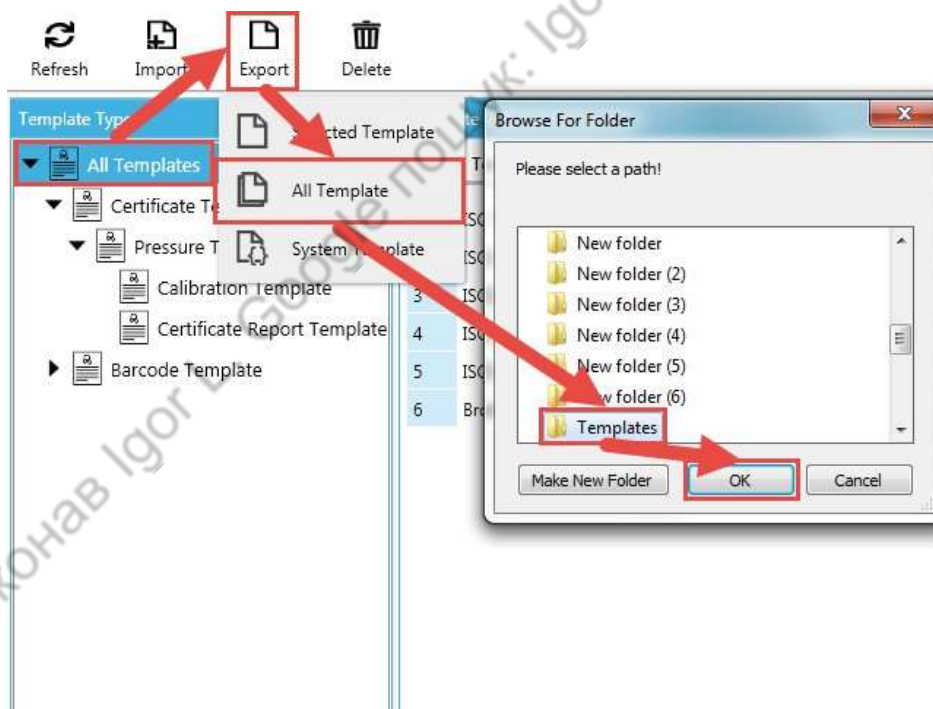

Рисунок 3
(2) Получение пользовательского шаблона — см. рисунок 3.